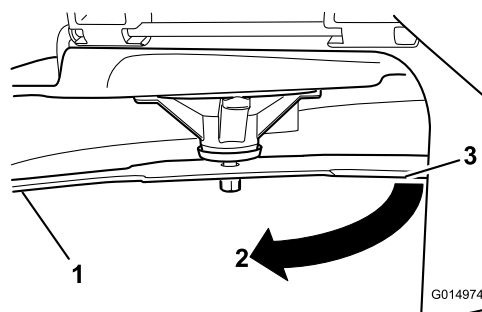

Figure 45
4. Tournez la même lame de 180 degrés pour amener l'autre tranchant à la même position (Figure 45).